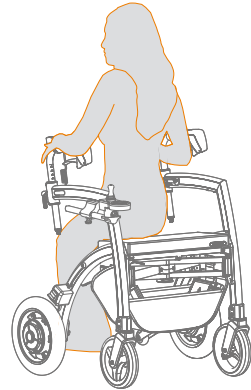

Figure 30: Assis sur le siège du déambulateur.
- b.** Asseyez-vous sur le siège du déambulateur par l'arrière (**Figure 30**).